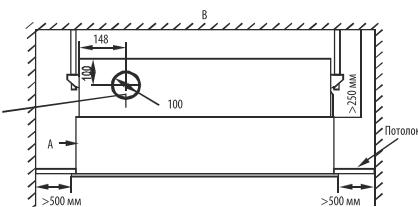

Рис. 33
- | Определите расположение монтажных болтов согласно рис. 33.